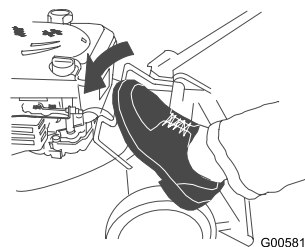

Figura 45
2. Premere la leva di rilascio della stegola (Figura 45).